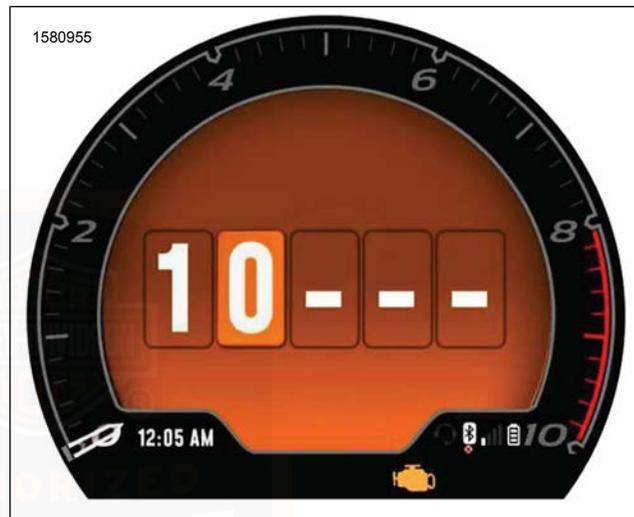

Abbildung 22. Cursor zur nächsten Ziffer verschieben
2. Siehe Abbildung 22. Die nächste Ziffer auswählen.